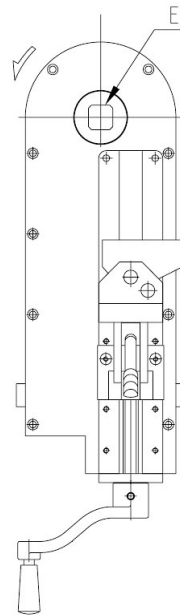

Abb. 22: Drehen der Welle E
Schritt 1: Drehen Sie die Welle E (Abb. 22) gegen den Uhrzeigersinn bis der Hub endet.